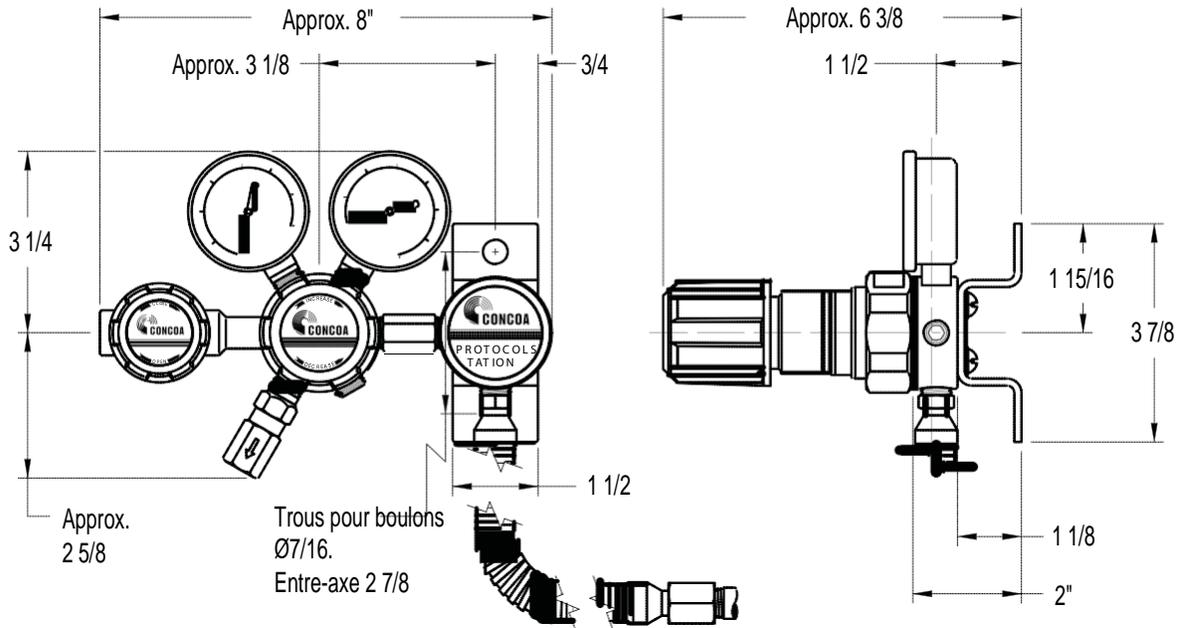

Figure 2. Station murale avec détendeur à simple détente
1. La Station murale doit être solidement fixée au mur à l'aide de fixations appropriées au type de construction du mur. Les dimensions de montage sont indiquées aux figures 2, 3 et 4.